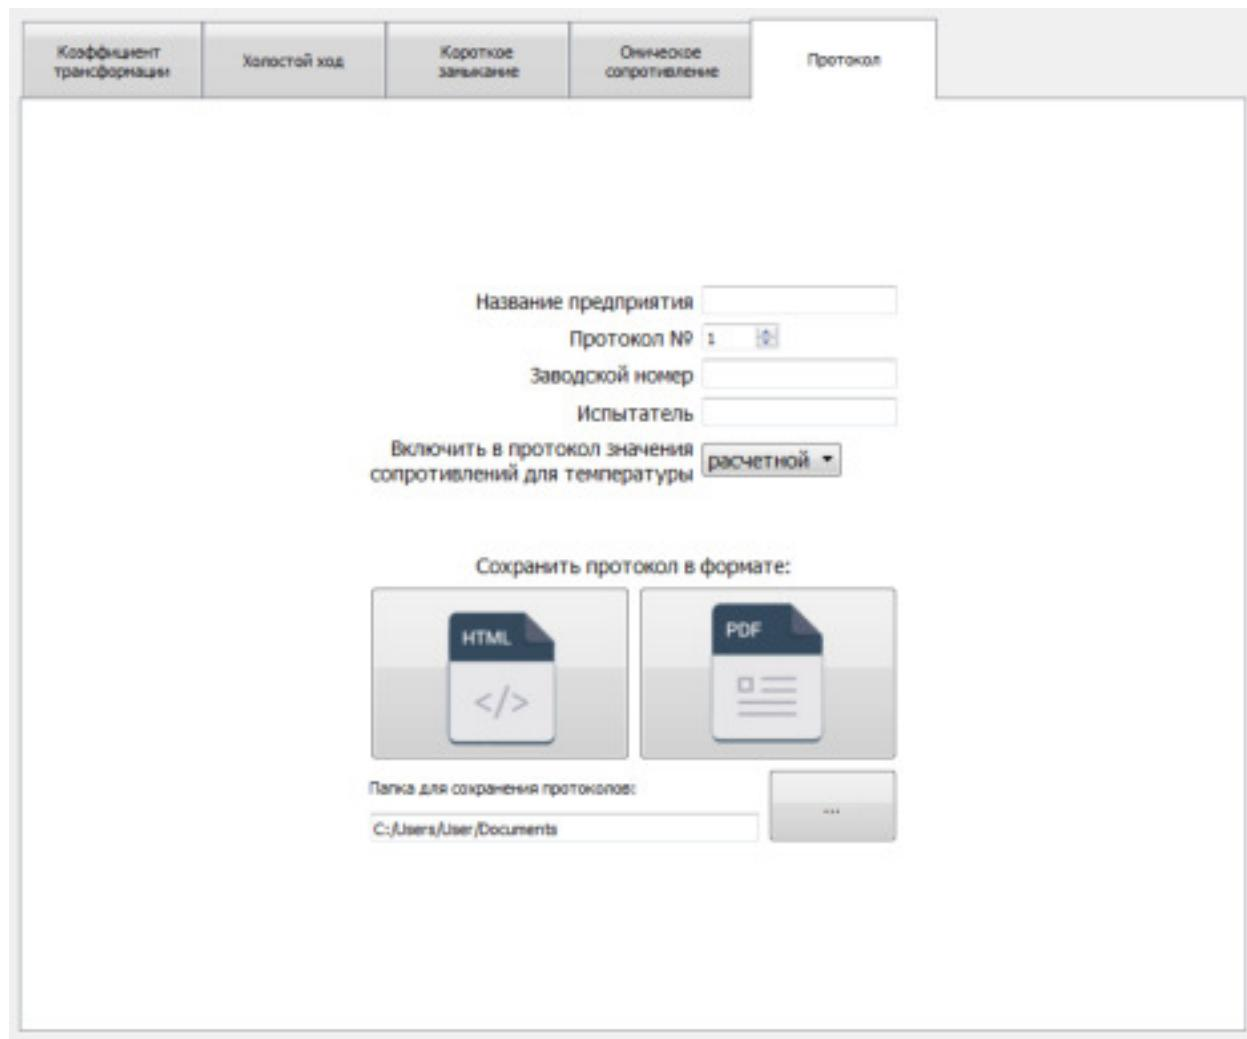

Рис. 24. Вкладка «Протокол»
**5.6.1.** Вкладка «Протокол» (рис. 24) позволяет сохранить результаты измерений в форме протокола.